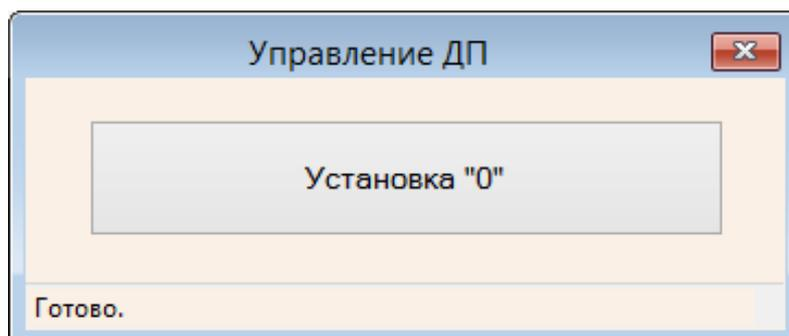

Рисунок 19 – Управление ДП
4. Датчики перепада (BP1..BP4) – при клике происходит открытие диалогового окна, в котором можно сбросить выбранный датчик перепада на ноль (рис. 19);